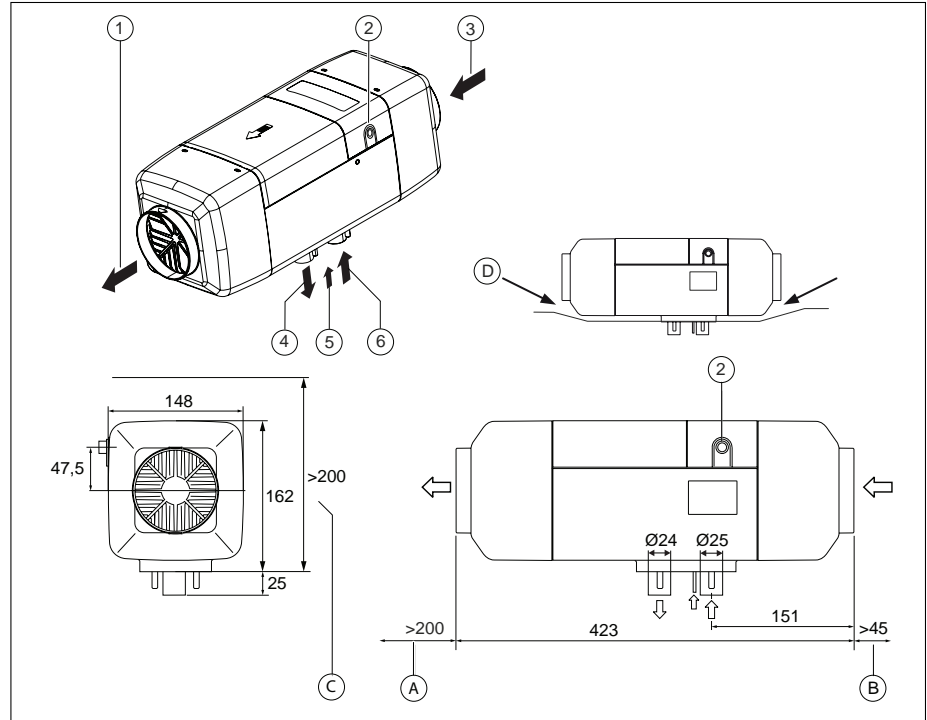

Abb. 02: Abmessungen und Raumbedarf (in mm)
- ✓ Der Raumbedarf des Geräts ist erfüllt (siehe Abb. 02).